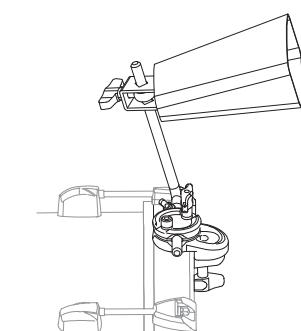

Fig. 5 / 図5
**The L-Rod can also be attached parallel to the Bass Drum as shown (Fig.5).**
L ロッドを横向きにセットすることでカウベルを傾けてセッティングすることができます (図 5)。